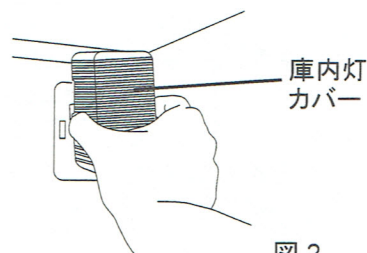

図2
2. 庫内灯カバーの両側をつかみ、たわませながら庫内灯カバーを手前に引くと外れます。(図2)